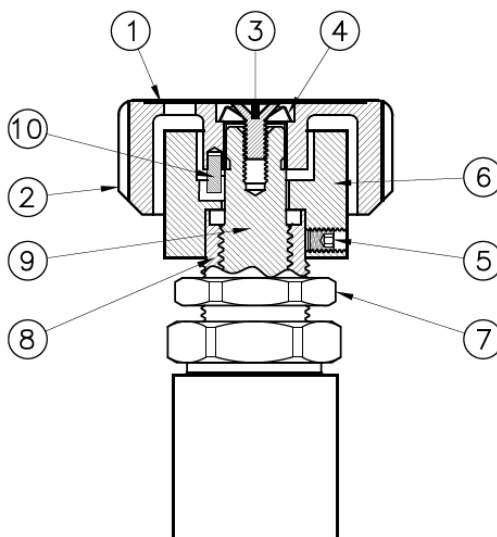

図3 パネル取付ナット付きバルブ（AP3650、AP4650）
A. ノブの取り外し (図3参照)
- ⑥インジケータプレートの側面にある⑤止めねじを覆っている製品品番のラベルを剥がします。ラベルは後で再利用します。
- ②ノブの上部から①ラベルを剥がします。
- プラスドライバーを使用し、③ねじと④固定ワッシャーを緩めて取り外します。
- ②ノブを時計回りに完全に止まるまで回してバルブを閉じてください。
- ②ノブを持ち上げ、バルブから取り外します。
- 5/64インチの六角レンチを使用し、⑤止めねじ（2箇所）を緩めます。
- ⑥インジケータプレートを持ち上げ、バルブから取り外します。
B. パネル取付 (図3参照)
- ⑦パネル取付ナットをバルブから取り外します。
- パネルの穴にバルブを通し、希望の位置に配置、配管を取り付け、⑦パネル取付ナットをバルブ本体に取り付けます。
- 1インチレンチを使用し、⑦パネル取付ナットをパネルにしっかり締め付けます。
C. ノブの取り付け (図3参照)
- ⑥インジケータプレートをラベルが貼られている面を上にし、⑧キャップの上に置きます。⑥インジケータプレートを回転させ、上部にある1/4円形のスロット溝が、②ノブの表示窓の「閉」位置に向くようにします。
- ②ノブを⑨ステムの真上で固定し、②ノブの表示窓の「閉」位置に合わせ、②ノブを下に移動させてスプラインを⑨ステムにかみ合わせます。
- ⑥インジケータプレートを反時計回りに止まるまで回転させます。
- ⑥インジケータプレートを押さえながら、5/64インチの六角ビットを使用し、⑤止めねじ（2箇所）を締め付けます。（推奨締め付けトルクは2.3Nm）
- ②ノブを④固定ワッシャーと③ねじで固定し、プラスドライバーを使用して締め付けます。（推奨締め付けトルクは2.3Nm）
D. バルブ検査 (図3参照)
E. ラベルの貼り付け (図3参照)
- 必要に応じて、②ノブの上部の接着剤を取り除いて綺麗にしてください。
- 付属の新しいラベルをバルブの上部（①の位置）に貼り、ラベルの長穴部と②ノブの表示窓の位置を合わせます。
- Aの1の手順で剥がしたラベルを、⑥インジケータプレートの側面に貼り付けます。